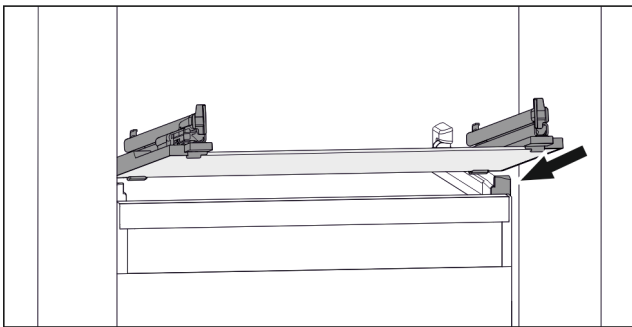

Fig. 109 Beispielhafte Darstellung der Glasplatte
- Glasplatte schräg hinter den Stopperrahmen aufsetzen. (siehe Fig. 109)